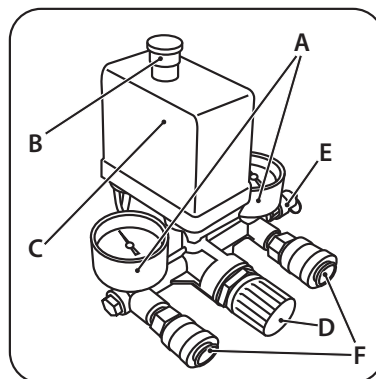

рис. 11
Компрессор работает полностью автоматически при помощи реле давления (С) (рис. 11), останавливающего двигатель по достижении максимального давления и запускающего компрессор при падении давления до минимального установленного уровня (на 2 бара меньше максимального рабочего давления).
При помощи выходного редуктора и манометра расхода выходного воздуха возможна регулировка выходного давления сжатого воздуха. Для выполнения этой операции достаточно повернуть вентиль редуктора (D) по часовой стрелке для увеличения давления, а против часовой стрелки — для уменьшения давления. Закончив работу, рекомендуется перевести значение выходного давления на нуль по манометру (A) (рис. 11). Эта операция нужна для предотвращения увеличения погрешности и быстрого износа редуктора.
Подключение пневматического инструмента к компрессору осуществляется с помощью выходного быстросъемного штуцера (F) (рис. 11).